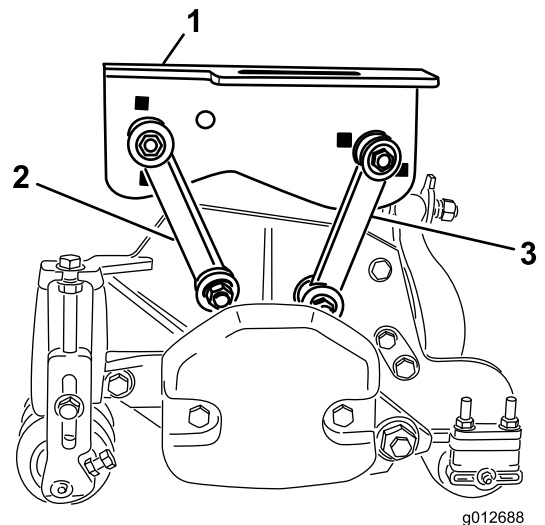

图17
- 如图17所示, 用螺栓 ($\frac{3}{8}$ x 2¼ 英寸)、2 个平垫圈和 1 个锁紧螺母将前安装连杆固定到中间承载架孔中。安装时, 将垫圈放到连杆的两侧。上紧紧固件扭矩至 42N•m。
- 如图17所示, 用螺栓 ($\frac{3}{8}$ x 2¼ 英寸)、2 个平垫圈和 1 个锁紧螺母将后安装连杆固定到中间承载架孔中。安装时, 将垫圈放到连杆的两侧。上紧紧固件扭矩至 42N•m。